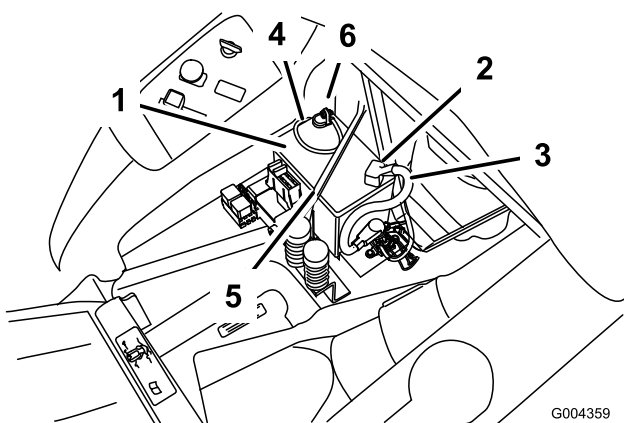

Bild 41
4. Klemmen Sie das Minuskabel (schwarz) vom Batteriepol ab (Bild 41).
5. Schieben Sie die Gummiabdeckung am Pluskabel (rot) nach oben. Klemmen Sie das Pluskabel (Rot) vom Batteriepol ab (Bild 41).
6. Nehmen Sie die Batterieklemme ab (Bild 41) und heben Sie die Batterie aus dem Ständer heraus.
1. Stellen Sie die Batterie in ihren Ständer, wobei die Pole vom Armaturenbrett weg weisen müssen (Bild 41).
4. Befestigen Sie die Kabel mit zwei Schrauben (1/4 x 3/4 Zoll), Scheiben (1/4 Zoll) und Muttern (1/4 Zoll) (Bild 41).
6. Befestigen Sie die Batterie mit der Befestigung (Bild 41).